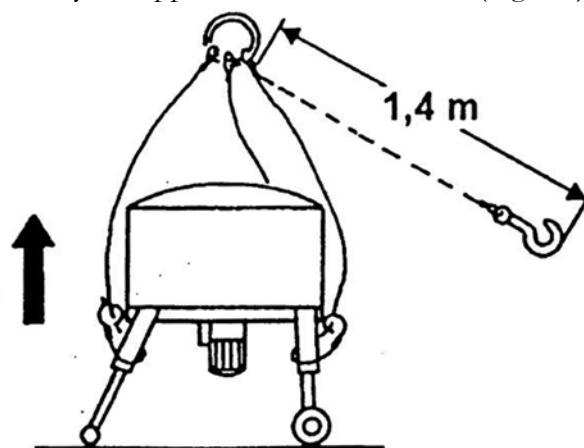

Fig. 2.1
- ◆ Maskinen lyfts med hjälp av en tredelad lyftstropp som fixeras vid ramen (Fig. 2.1).